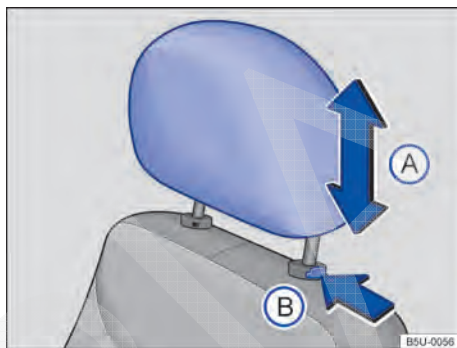

Fig. 38 Desinstalar o apoio para cabeça dianteiro.
- Pressionar o botão → Fig. 38 (B) no sentido da seta. Retirar o apoio para cabeça com o botão pressionado.
- Empurrar o apoio para a cabeça totalmente para baixo com o botão → Fig. 38 (B) pressionado.